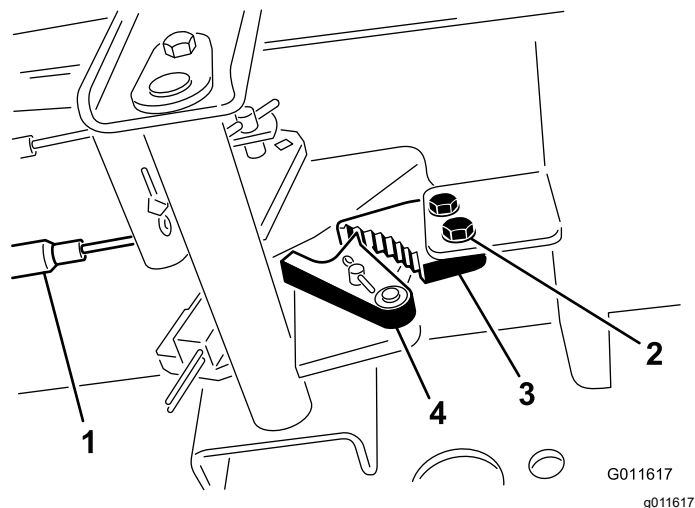

Figure 145
2. Vis (2) 4. Verrou de frein
3. Appuyez sur l'avant de la pédale du frein de stationnement jusqu'à ce que le verrou s'engage complètement sur le cliquet du frein (Figure 145).
2. Desserrez les 2 vis qui fixent le cliquet du frein de stationnement au cadre (Figure 145).